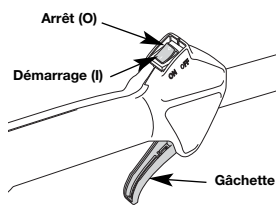

Fig. 11
2. Appuyez sur la commande Marche/Arrêt Stop et maintenez-la en position ARRÊT (O) jusqu'à ce que le moteur s'arrête complètement (Fig. 11).